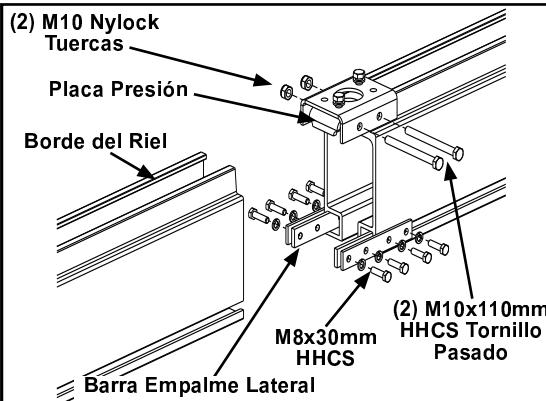
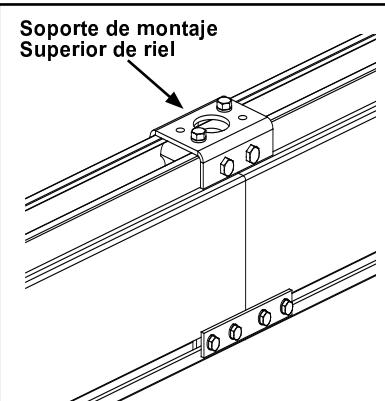

Figura 3-74
Figura 3-75
- Paso 4. Deslice soporte de montaje de riel y placa de sujecion juntos. Asegure que placa de sujeción está por debajo del borde del canal. Vea Figura 3-74.
- Paso 8. Apriete dos (2) M10 x 30 mm HHCS en soporte superior montaje de riel para alinear y asegurar dos (2) rieles. Apretar tornillos hasta que arandelas de presión estén planas. No apretar de más.
- Paso 9. Centre dos (2) barras laterales de empalme sobre el empalme.
- Paso 10. TApriete ocho (8) M8 x 30 mm HHCS en barras laterales de empalme. Apretar tornillos hasta que arandelas de presiónestén planas. No apretar de más. Verifique que la unión del empalme no tenga huecos o espacios. Vea Figura 3-75.
- Paso 11. Use soporte superior de montaje de riel como plantilla para marcar el riel y taladre dos (2) barrenos usando broca.
- Paso 12. Instale dos (2) M10 x 110 mm HHCS con tuerca nylock M10. **Apretar hasta que tornillos asienten + 1/4 vuelta**. No apretar de más, puede doblar el soporte.